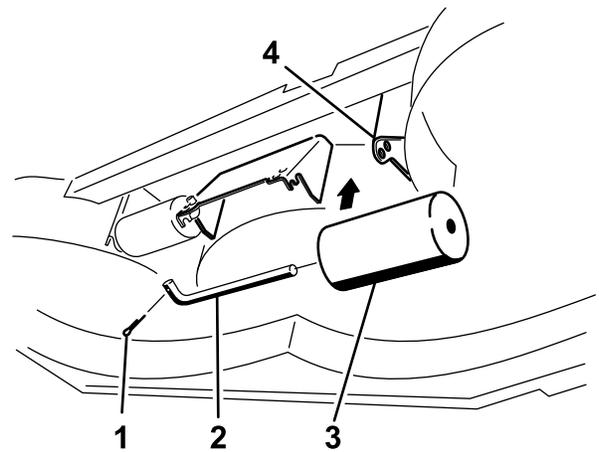

Bild 14
4. Nehmen Sie die Befestigungen ab, mit denen jede Rolle am Mähwerk befestigt ist, und schieben Sie die Rollen nach oben oder unten, siehe Bild 10 bis Bild 14 abhängig vom Mähwerk.